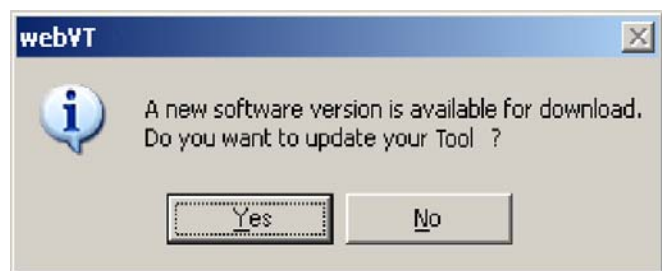

Fig. 9
- 5) Cliquer sur "**Oui**" quand la fenêtre suivante apparaît. Voir **Fig. 9**.